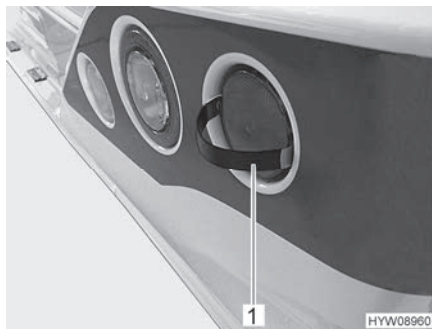

Fig. 216 Retirar la cubierta
- Insertar las muescas de la herramienta suministrada (Fig. 216,1) tal como se muestra junto a la tapa.